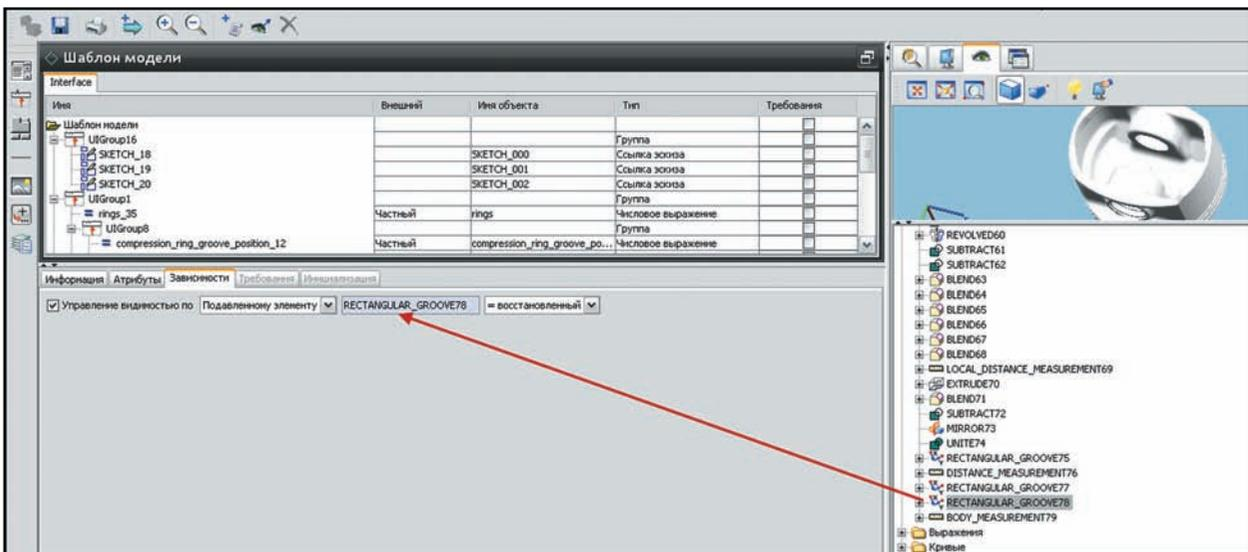

Рисунок 10.51 Назначение атрибутов
- Переключитесь обратно в **Проводник модели**. В дереве построения модели элемент построения `RECTANGULAR_GROOVE38` соответствует той самой проточке, которая подавляется в зависимости от выбора пользователя. Когда мы создавали шаблон, то мы выбрали параметры этого элемента в качестве управляющих и добавили их в группу с названием **Нижнее компрессионное кольцо** (`UIGroup7`). Выделите эту группу в левом верхнем окне и в нижнем левом окне перейдите на вкладку **Зависимости**. Активируйте опцию **Управление видимостью по** и в выпадающем списке выберите значение **Подавленному элементу**. Затем вам необходимо указать, состояние какого элемента необходимо отслеживать. Для этого из дерева построения модели перетащите элемент `RECTANGULAR_GROOVE38` в пустое текстовое поле опции управления видимостью. Убедитесь, что в последнем выпадающем списке выбрано значение **=восстановленный** (рис. 10.51).